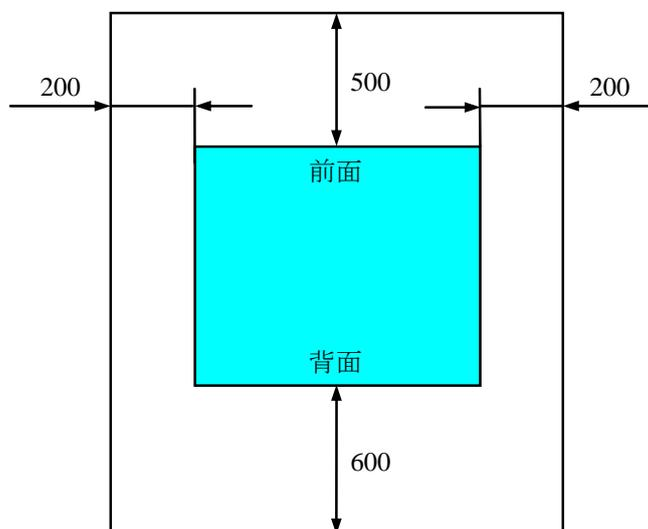

図1-1 操作および保守スペース（上面観）
- ・操作および保守時は、図1-1のスペースを確保してください。